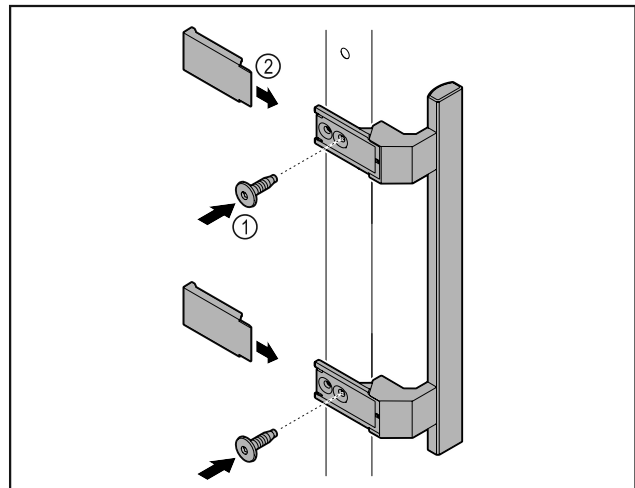

Fig. 48
- ▶ Griff aus dem Beipack mit den beiliegenden Schrauben Fig. 48 (1) an der Tür anbringen.
- ▶ Abdeckung Fig. 48 (2) aufsetzen.